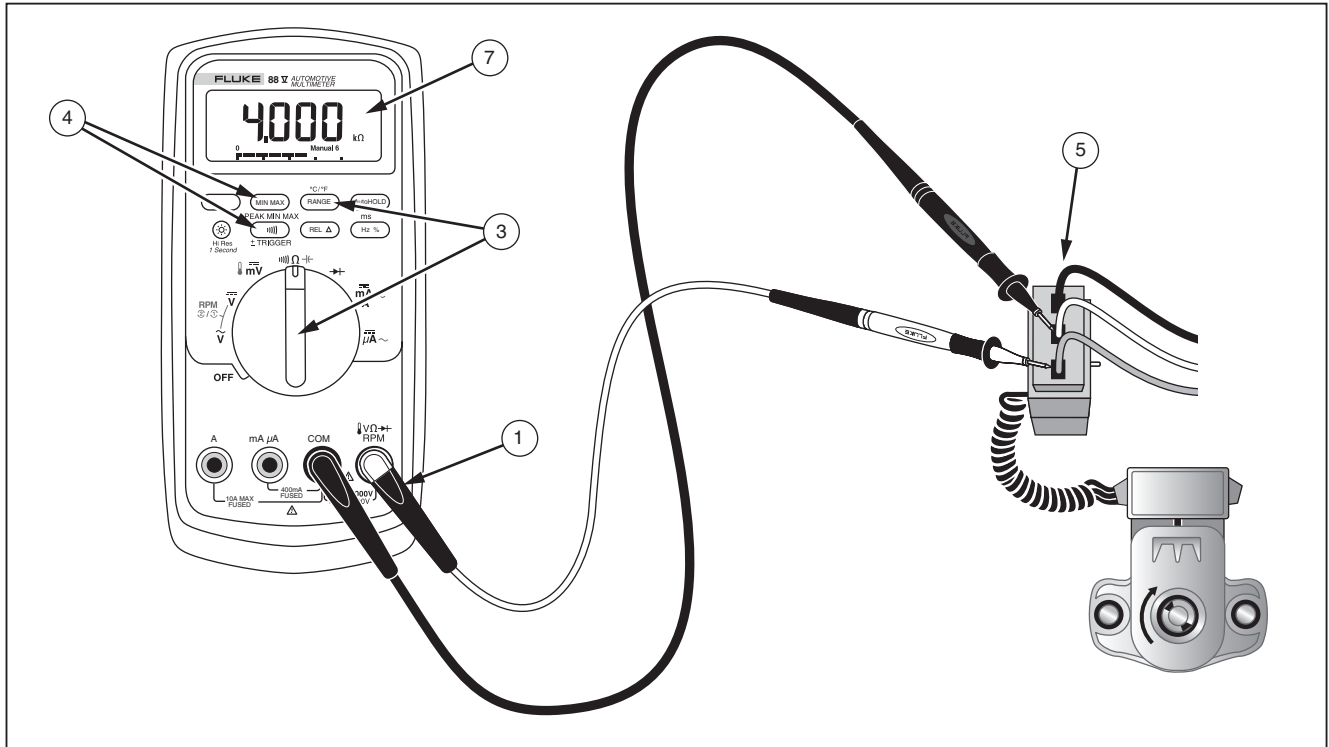

Figura 16. Comprobación de la resistencia del sensor de posición del estrangulador
1. Inserte los conductores de prueba en los terminales de entrada ilustrados en la figura 16.
5. Conecte los conductores de prueba tal como se en la figura 16.
4. Conecte los conductores de prueba tal como se en la figura 16.